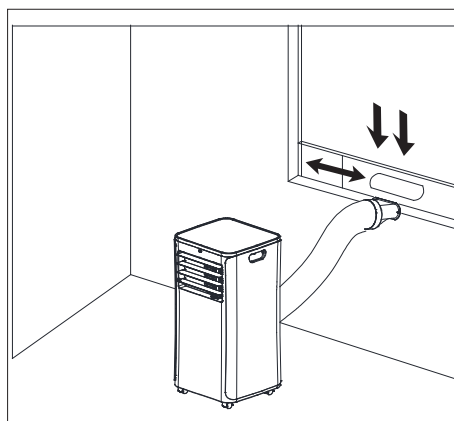

Afb. 14 – Grootte van de raamafdichting aanpassen
- ▶ Draai de vleugelmoer los totdat er voldoende ruimte is tussen deel A van de raamafdichting het schuifelement. **(zie afb.14 stap I)**.
- ▶ Steek de twee delen van de raamafdichting A en B in elkaar zodat het schuifelement in de groef van deel B van de raamafdichting grijpt. Stel de raamafdichting in op de gewenste grootte door de raamafdichting ineen te schuiven of uit elkaar te trekken en draai de vleugelmoer weer vast. **(zie afb.14 stap II)**.